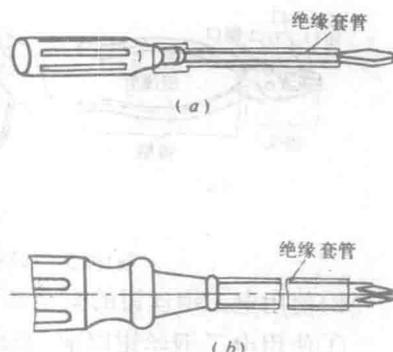

图2-5 螺钉旋具
1)螺钉旋具的式样和规格 螺钉旋具的式样和规格很多,按头部形状不同可分为一字形和十字形两样,如图2-5所示。